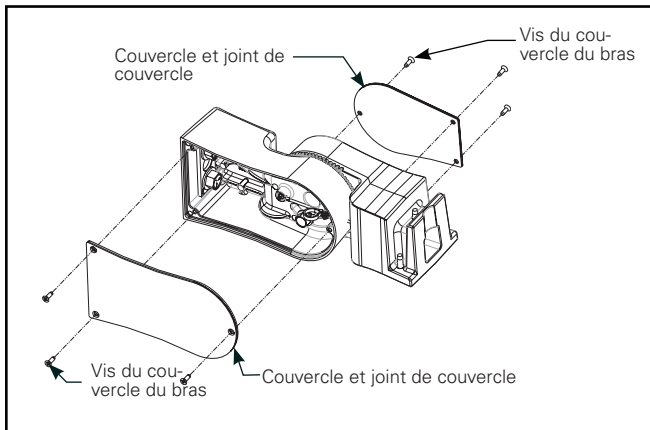

Figure 9.
1. Desserrez les six vis du couvercle de bras pour retirer les deux couvercles d'accès du bras. Conservez la quincaillerie. (Figure 9).